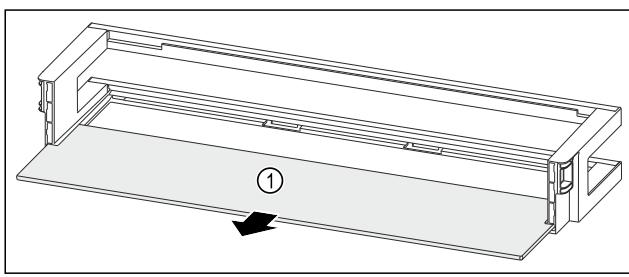

Fig. 64 Estantes en la contrapuerta con estante
- ▶ Retire el estante Fig. 64 (1).